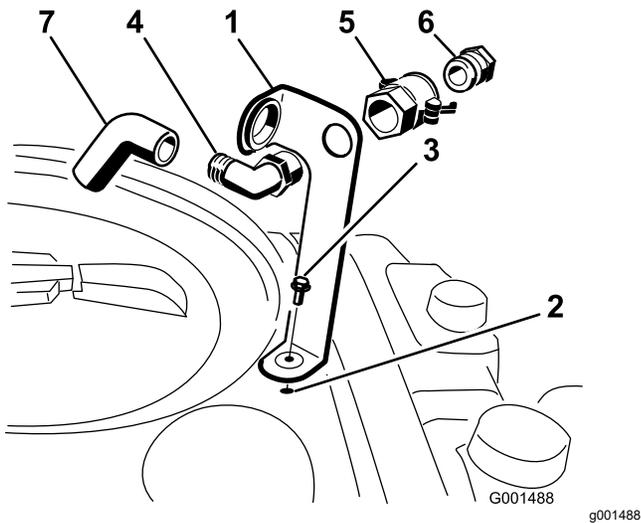

图 3
1. 如**图 3**所示将加水口插口支架放在药缸的螺纹孔上方用凸缘头螺栓5/16 x 3/4 英寸 固定。
2. 将 90° 弯头的螺纹端穿过支架拧上快速接头固定至支架上**图 3**。
3. 将软管适配器装入快速接头**图 3**。
4. 将适配器锁定到位将手柄旋向适配器然后用发卡销固定**图 3**。
5. 将防虹吸软管穿过支架上的大开口然后插入到 90° 弯头的宝塔接头上**图 3**。